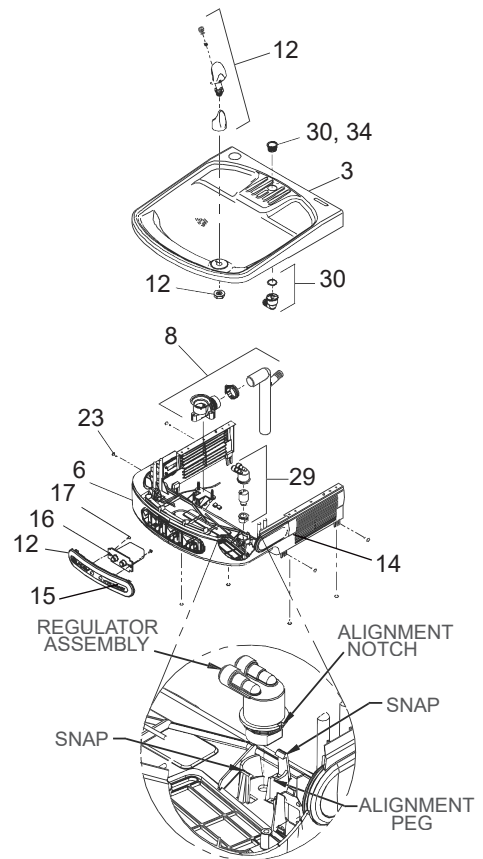

Fig. 6 EZ/LZ Right Hand Unit
- Using a small tip screwdriver, locate range adjustment screw through the small hole between the sensor lenses. Turn this screw clockwise to increase range and counterclockwise to decrease range (See Fig. 6).
- 1) Retire el soporte fijador que se encuentra conectado a la parte posterior del enfriador sacando un (1) tornillo.
- Usando un desatornillador con punta pequeña, gire el tornillo de un lado a otro pequeña agujero entre la ver ventana. de ajuste de límites en el sentido de las manecillas del reloj para aumentar el límite y en sentido contrario de las manecillas del reloj para reducir el límite (Vea Fig. 6).
- 1) Retirez le support de suspension fixé au dos du refroidisseur en retirant une (1) vis.
- A l'aide d'un petit tournevis à pointe, effectuez une rotation de la vis de réglage à travers la petite trou entre voir fenêtre dans le sens des aiguilles d'une montre afin d'augmenter la portée, et dans le sens inverse pour la diminuer. (Voir Fig. 6).